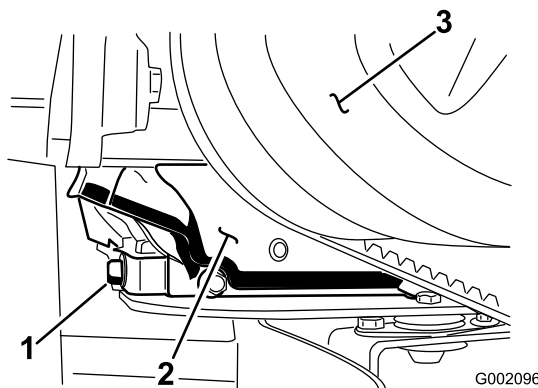

図 27
5. ドレン・プラグ（図 27）を外してオイルを容器に受ける。オイルが完全に抜けたら、プラグを元通りに取り付け、17.6 Nm (1.8 kg.m) にトルク締めする。